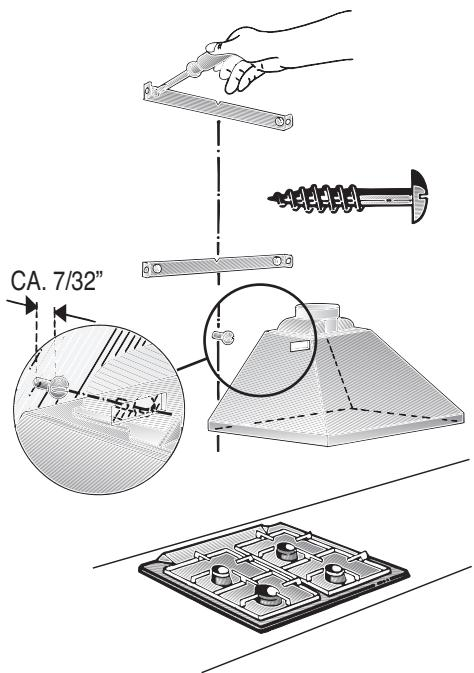

Fig. 6
8. Montar los cuatro tornillos de sujeción restantes de la campana extractora con arandelas, sin apretarlos a tope. (Fig. 6).